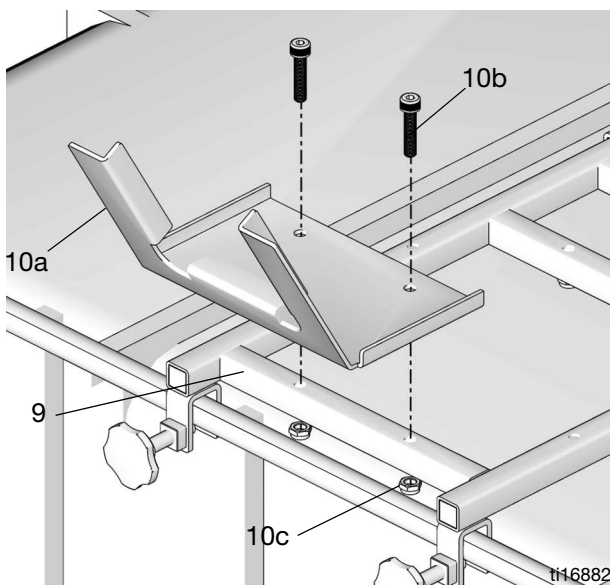

**Рис. 14**
4. Вставьте насос (1) через адаптер на отверстие бочки (1а) (Рис. 14). Зафиксируйте положение насоса, затянув винты с прокладками (1b) (Рис. 13 и Рис. 14).